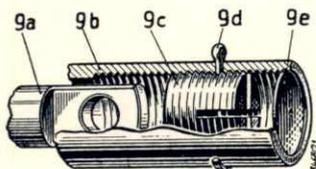

Bild 9 Anschlag für Regelstange
2. Abdeckscheibe 9e (Bild 9) mit Hilfe eines gebogenen Drahtes aus der Hülse 9b herausziehen und Splint 9d lösen. Einstellschraube 9c soweit in die Hülse 9b hineinschrauben, bis sie bei den unter 1. angegebenen Verhältnissen das Ende der Regelstange berührt; in dieser Stellung durch Splint sichern. Abdeckscheibe 9e wieder einsetzen.